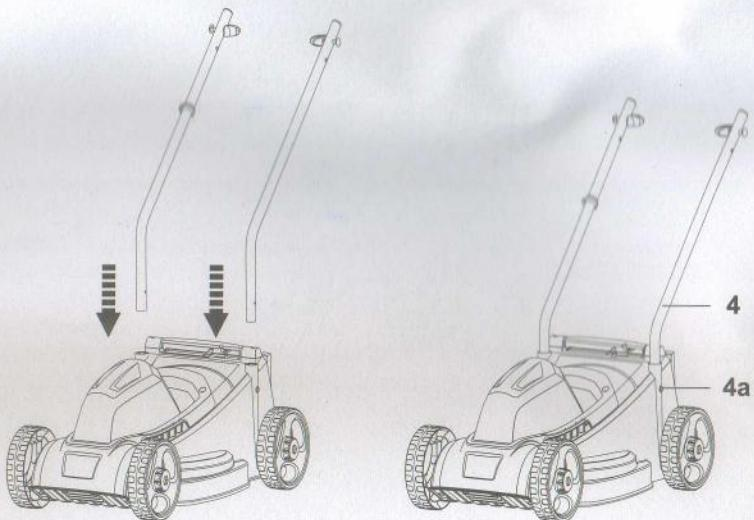

Рис. 2
1. Вставьте штанги нижней рукоятки (4) в кронштейны (5). Убедитесь, что крепежные отверстия на штангах (4) совместились с отверстиями на кронштейнах (5) (рис. 2).
2. Закрепите штанги (4) при помощи винтов (4а) и затяните их, используя крестовую отвертку (рис. 2).